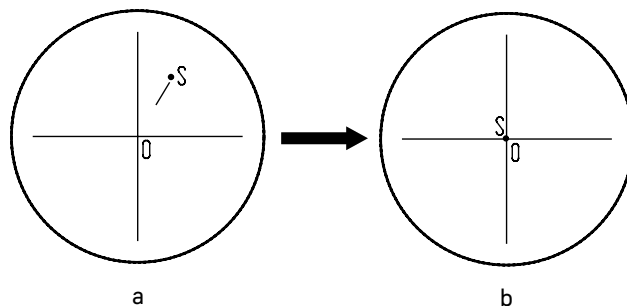

Рис. 11. Настройка канала визуализации
- Установите рукоятку переключения светового потока 4 в положение для наблюдения через окуляры. Наблюдая объект через окуляры, найдите отличительную точку в поле зрения (легко идентифицируемую цель, такую как точка S на рис. 11а), переместите объект на предметном столике так, чтобы данная точка находилась в центре поля зрения, как показано на рис. 11б. Для этой процедуры вместо обычного препарата удобно использовать специальный калибровочный слайд с перекрестием, а вместо обычного окуляра – окуляр с перекрестием.